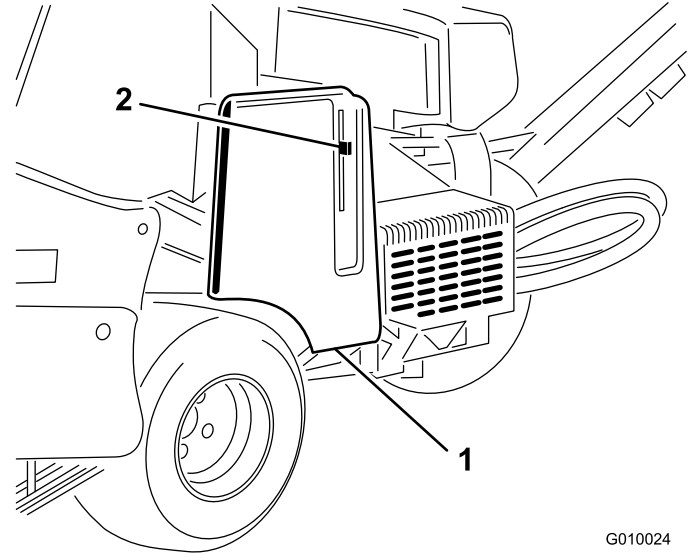

Figure 61
2. Déverrouillez et déposez le protège-courroie (Figure 61).